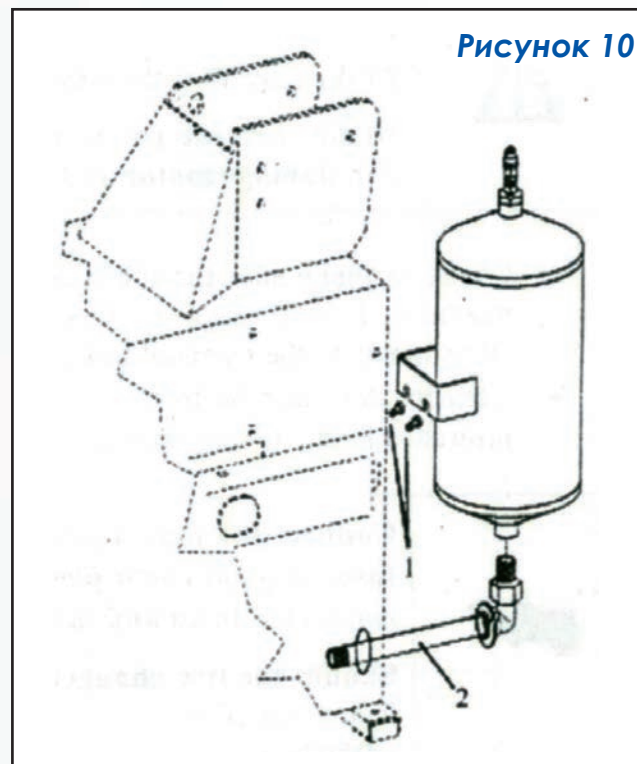

Рисунок 10
Закрепите ресивер (1) на задней стенке станда подходящими болтами (рисунок 10). Снимите боковую панель.